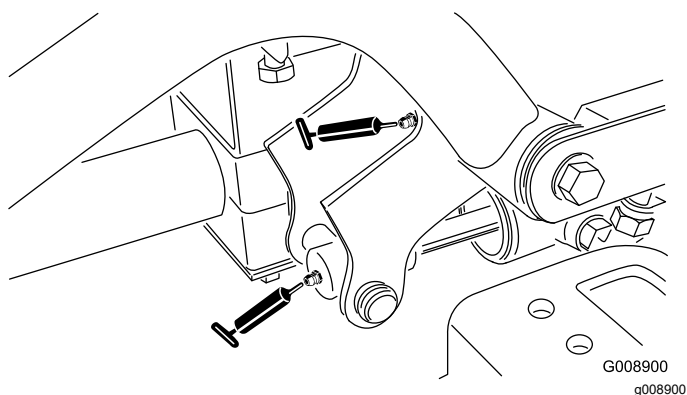

Figure 39
- 2 pivots de bras de levage avant droit et vérin de levage (**Figure 39**)